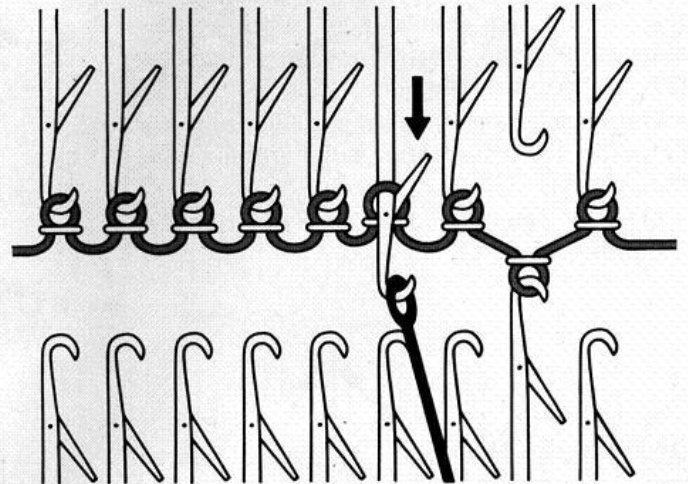

Fig. 42
- Introduire le chas du poinçon dans le crochet de l'aiguille de la fonture arrière. Tirer vers soi pour faire passer la maille derrière le clapet de l'aiguille (fig. 42).